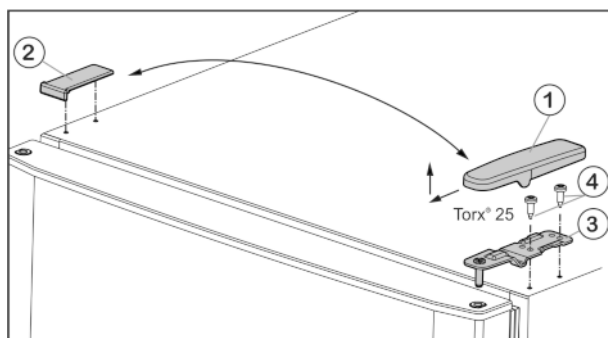
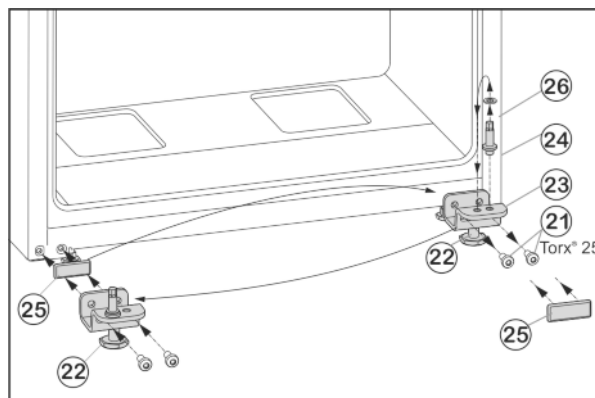

Fig. 4
Fig. 6
- Kryt Fig. 4 (1) stáhněte dopředu a nahoru.
- Kryt Fig. 4 (2) zvedněte.
- Horní stojan ložiska Fig. 4 (3) odšroubujte (2 krát Torx® 25) Fig. 4 (4) a stáhněte nahoru.
- Upevňovací šrouby Fig. 6 (21) odšroubujte.
- Vyměňte spodní stojan ložiska Fig. 6 (23) i s ložiskovým čepem Fig. 6 (24), podložkou Fig. 6 (26) a seřizovací nožkou Fig. 6 (22).
- Ložiskový čep Fig. 6 (24) kompletně odšroubujte i s podložkou Fig. 6 (26), přemístěte do protilehlého upínacího otvoru stojanu ložiska a opět přišroubujte.
- Krycí desku Fig. 6 (25) opatrně sejměte a přemístěte ji na protější stranu.
- Spodní stojan ložiska Fig. 6 (23) opět kompletně, i s ložiskovým čepem Fig. 6 (24), podložkou Fig. 6 (26) a seřizovací nožkou Fig. 6 (22), případně s pomocí akumulátorového šroubováku **silou (4 Nm)** našroubujte na nové straně závěsu dveří.
- Spodní dveře nasadte shora na ložiskový čep Fig. 6 (24).
- Prostřední stojan ložiska (13) otočený o 180° nasadte do spodních dvířek a našroubujte jej pomocí upevňovacích šroubů (11) (2 x Torx® 25) pevně na novou stranu závěsu dveří (**4 Nm**).
- Opět nasadte plastovou podložku (10).
- Horní dvířka usadte na prostředním ložiskovém čepu (13).
- Horní stojan ložiska Fig. 4 (3) vložte na nové straně závěsu do dvířek.
- Horní stojan ložiska **pevně přišroubujte (4 Nm)** (2krát Torx® 25) Fig. 4 (4). Popřípadě použijte akumulátorový šroubovák.
- Kryt Fig. 4 (1) na opačné straně zvenčí nasadte a nechte zaklapnout.
- Kryt Fig. 4 (2) vždy na opačné straně shora nasadte a nechte zaklapnout.
- Seřizovací nožku Fig. 6 (22) na spodním stojanu ložiska Fig. 6 (23) vytáchejte, až dosedne na zem.